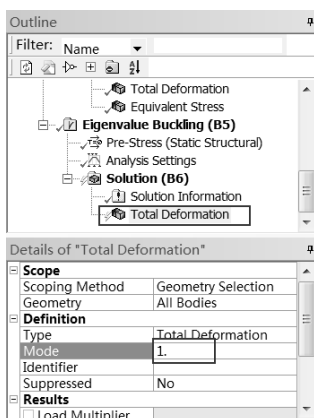

图 14-40 设置阶数
Step3：选择 Solution 工具栏中的 Total Deformation（总变形）命令，在如图 14-40 所示的 Details of “Total Deformation” 面板 Definition 下的 Mode 中输入 1。